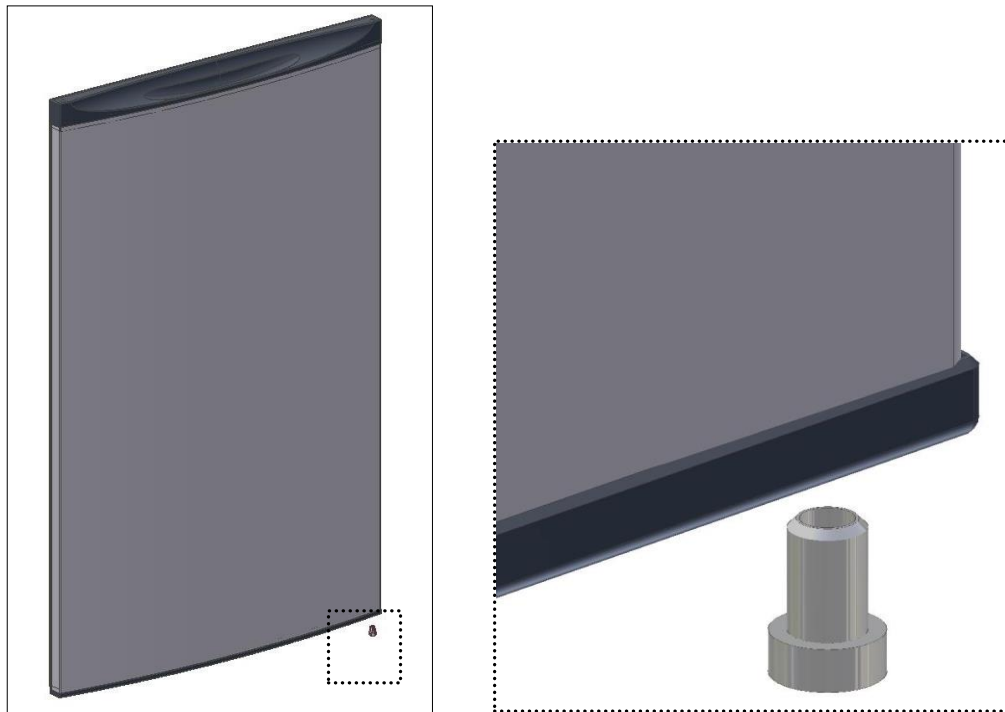

Fig. 8
- Collocare il **cuscinetto** nella parte inferiore della porta (fig. 8);